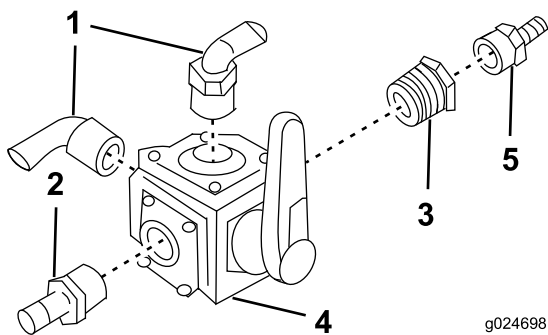

Figura 21
Nota: L'orientamento dei raccordi è importante. Collocate i raccordi come illustrato nella Figura 21.
2. Inserite 4 bulloni e 4 rondelle nelle fessure della valvola a 4 vie (Figura 21).
1. Se non vi sono raccordi dentellati collegati alla valvola a 4 vie, montateli come illustrato nella Figura 21.